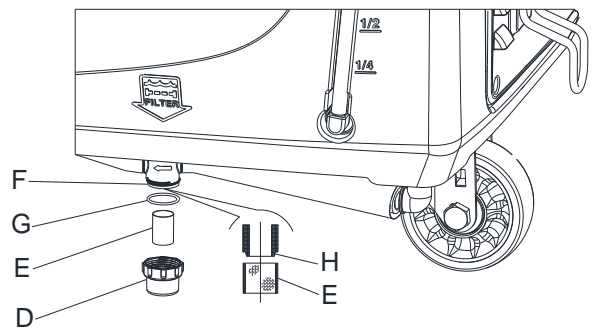

Figura 5
114. Quite la tapa (D, Figura 5), luego quite la rejilla filtrante (E). Limpíarlas y montarlas en el soporte (F).